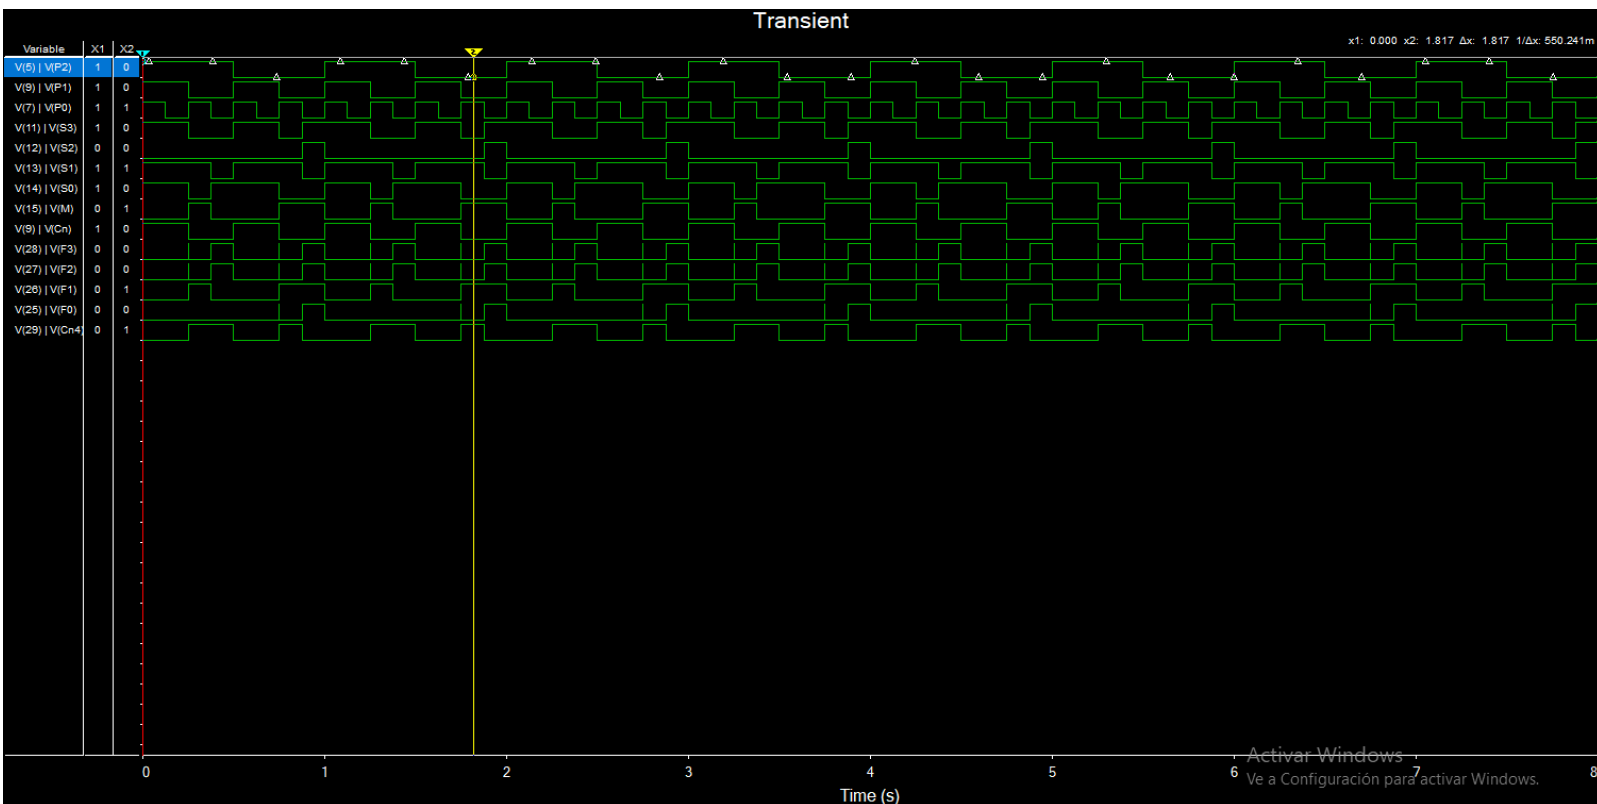

Figura 14. Cronograma circuito completo con las dos últimas operaciones
En el cronograma de la Figura 14 se exponen las dos últimas operaciones a realizar, cuyo control está bajo $P = (111)$ y $P = (001)$ y cuyo comportamiento se refleja en las columnas X1 y X2, respectivamente. Observamos que para los dos casos conseguimos las salidas esperadas:
- $P = (111) \rightarrow F = 0000$
- $P = (001) \rightarrow F = 0010$